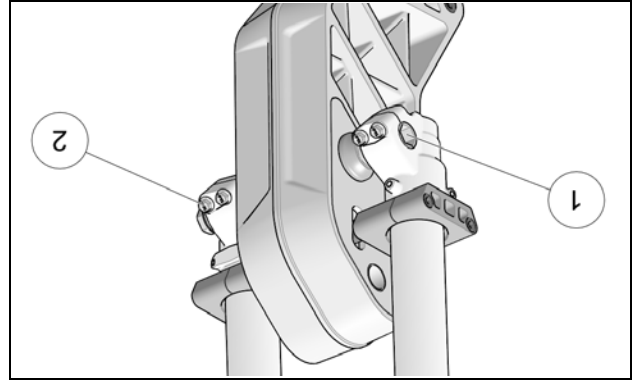

Figure 22
- Serrer ensuite dans l'ordre : l'érou de l'axe de la fourche avant (1) et les boulons des brides inférieures (2) de l'extrémité des deux poteaux de fourche au couple de serrage recommandé par le manufacturier. Voir la Figure 22.